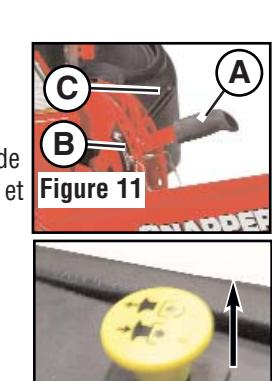

Figure 12
- Tirer le commutateur de prise de force (lame engagée) (Figure 12) vers le haut pour l'embrayer.